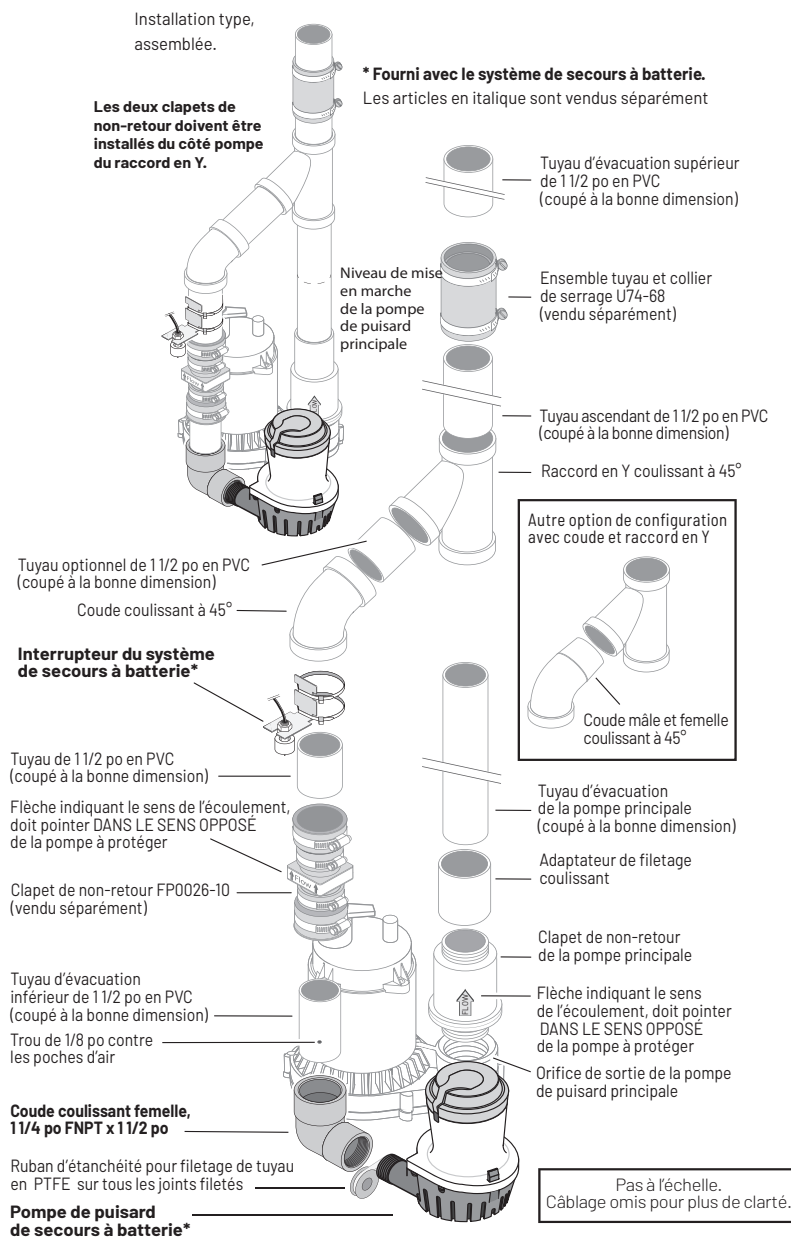

Figure 3 : Tuyau d'évacuation commune - Installation type
2. Si la décharge de la pompe de puisard principale ne comporte pas de clapet de non-retour, vous devrez en installer un. Vous devez également en installer un dans le tuyau d'évacuation du système de secours à batterie (figure 3). Assurez-vous que la flèche du clapet de non-retour indiquant le sens de l'écoulement pointe **DANS LE SENS OPPOSÉ** de la pompe qu'il est destiné à protéger.